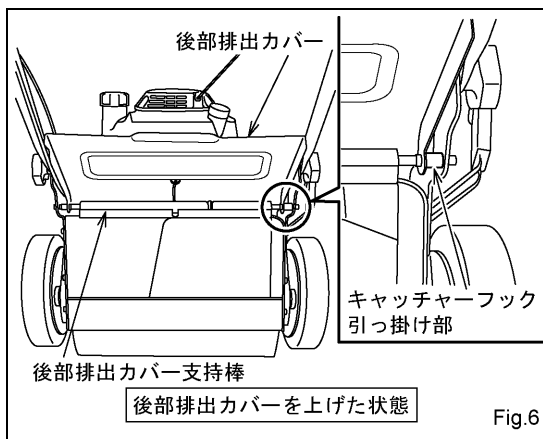

Fig.6
- (1) キャッチャーバック（集草器）の取り付けは、後部排出カバーを持ち上げ、キャッチャーフックを確実に後部排出カバー支持棒に引っ掛け、後部排出カバーを下げます。（Fig.6）